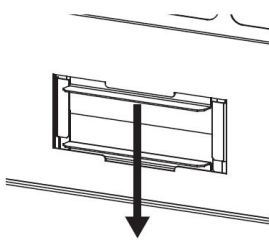

図8
- ① ケーブルクランプの上側金具を下方向に強く押さえます。(図8参照)